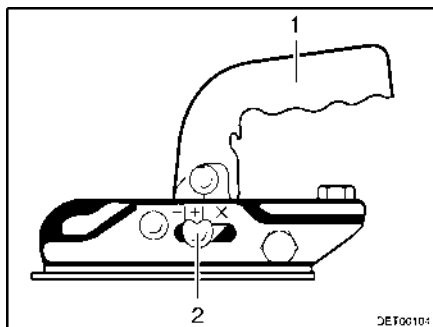

Fig. 1 Acoplamiento de remolque EM 150 R
- Tirar de la palanca de acoplamiento (Fig. 1,1) hacia arriba. El acoplamiento de remolque está abierto.
- Empujar también la palanca de acoplamiento (Fig. 1,1) hacia abajo manualmente (no con el pie). El cierre y la fijación se realizan automáticamente.
- Ejecutar control visual: El indicador de seguridad (Fig. 1,2) debe encontrarse en la posición "+". La bola del remolque no puede estar visible en el estado de acoplamiento.